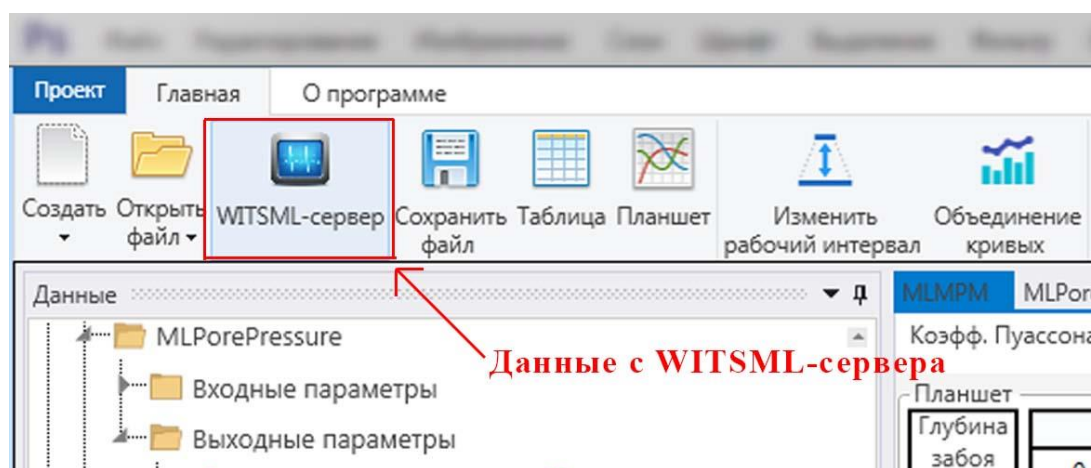

Рисунок 4 Загрузка данных с WITSML-сервера
5. Данные с WITSML-сервера, загрузка которых осуществляется через отдельную кнопку на панели инструментов (**Рисунок 4**).